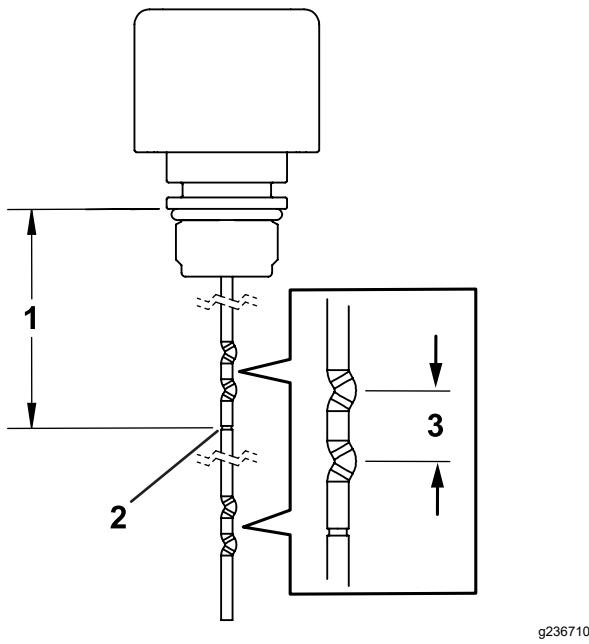

Bild 13
3. Schneiden Sie den Peilstab auf die markierte Schnittlinie ab, die in Bild 13 abgebildet ist. Stellen Sie sicher, dass das abgeschnittene Ende glatt ist und entfernen Sie Grate bei Bedarf.
Füllen Sie den Behälter des Ölleck-Warnsystems mit Hydrauliköl, bis der Ölstand in der Mitte der Füllmarkierungen am Peilstab liegt, siehe Bild 13.